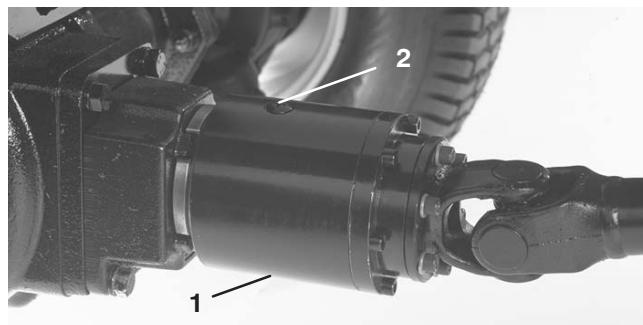

Bild 64
3. Drehen Sie die Kupplung, sodass die Prüfschraube nach unten gerichtet ist (Bild 64).